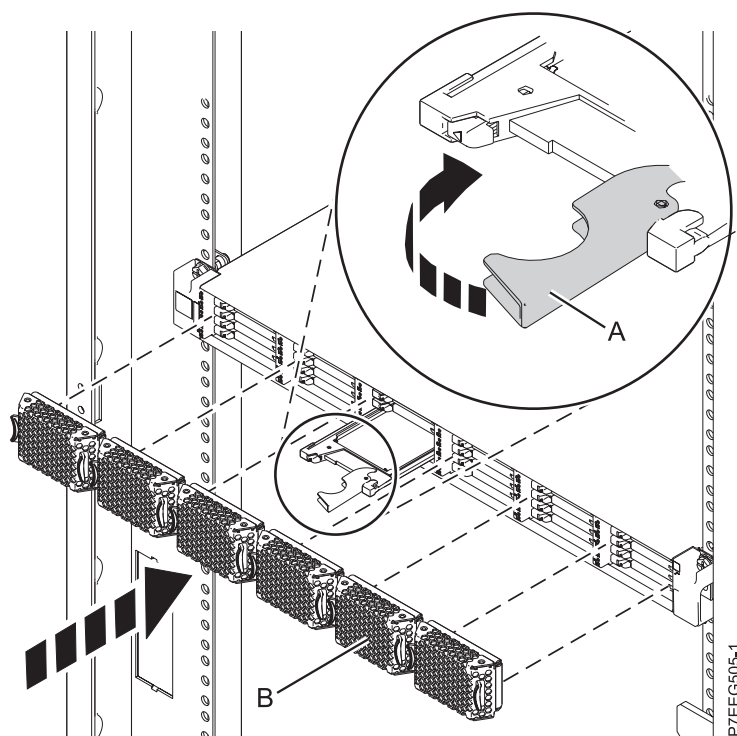

Figure 3. Installation d'une unité SSD dans le boîtier de stockage PCIe 58/88
1. Avec la poignée en position déverrouillée, alignez l'unité SSD avec les rails de guidage dans le boîtier. Pour plus d'informations, voir figure 3, à la page 9.
5. Tournez la poignée (A) pour la mettre en position verrouillée.
6. Installez le panneau (B).